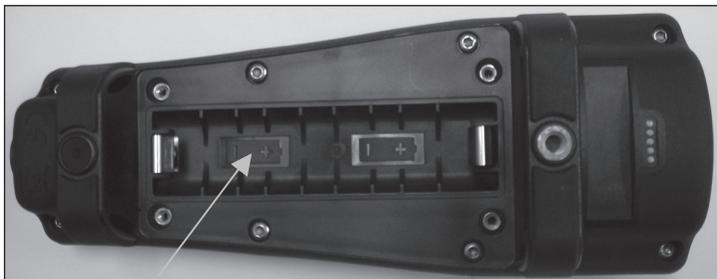

Figure 1. Pro1030 avec le couvercle des piles retiré. Notez les symboles de piles indiquant les polarités.
- Installez les nouvelles piles, en veillant à respecter leur polarité (Figure 1).